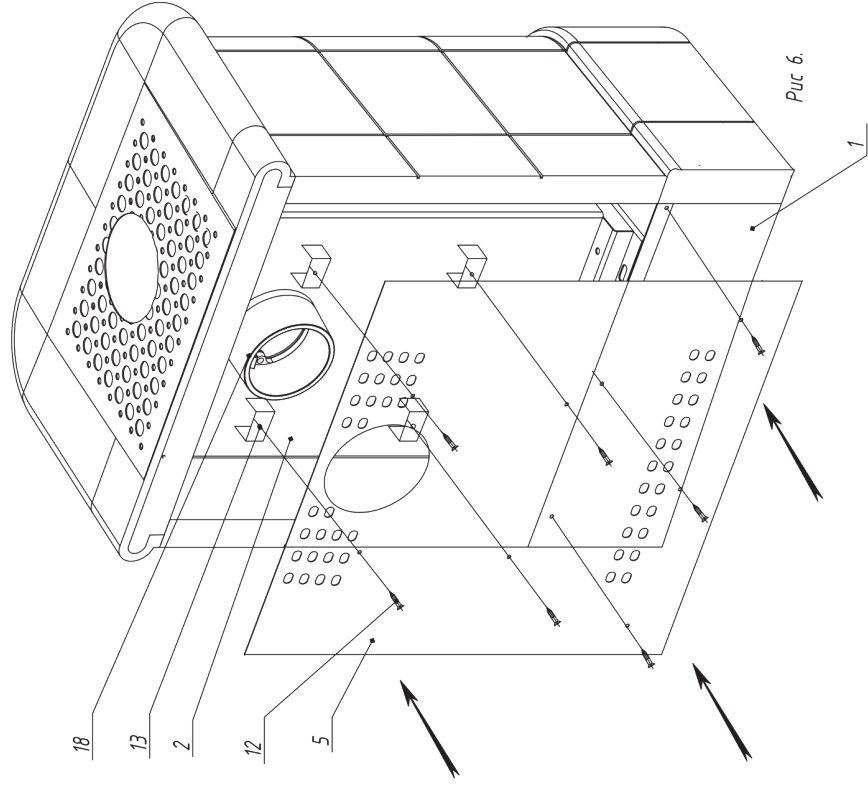

Рис. 5.
6. Декоративная крышка 15 и заглушка крышки 17 устанавливаются на верхнюю панель 6 (Рис. 5)